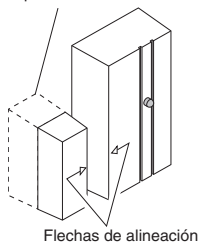

Figura 4
5. **Monte el detector.** Use ya sean tornillos o cinta adhesiva por ambas caras para instalar el pulsador. **IMPORTANTE:** El máximo espacio entre el detector y el imán es de 13 mm (vea la Figura 3). Las flechas ubicadas en el frente de cada componente deben alinearse y mirarse unas a otras (vea la Figura 4). El imán debe estar junto al detector. *Nota:* Si el imán está empotrado, use el espaciador para asegurar una alineación correcta (vea la Figura 4).